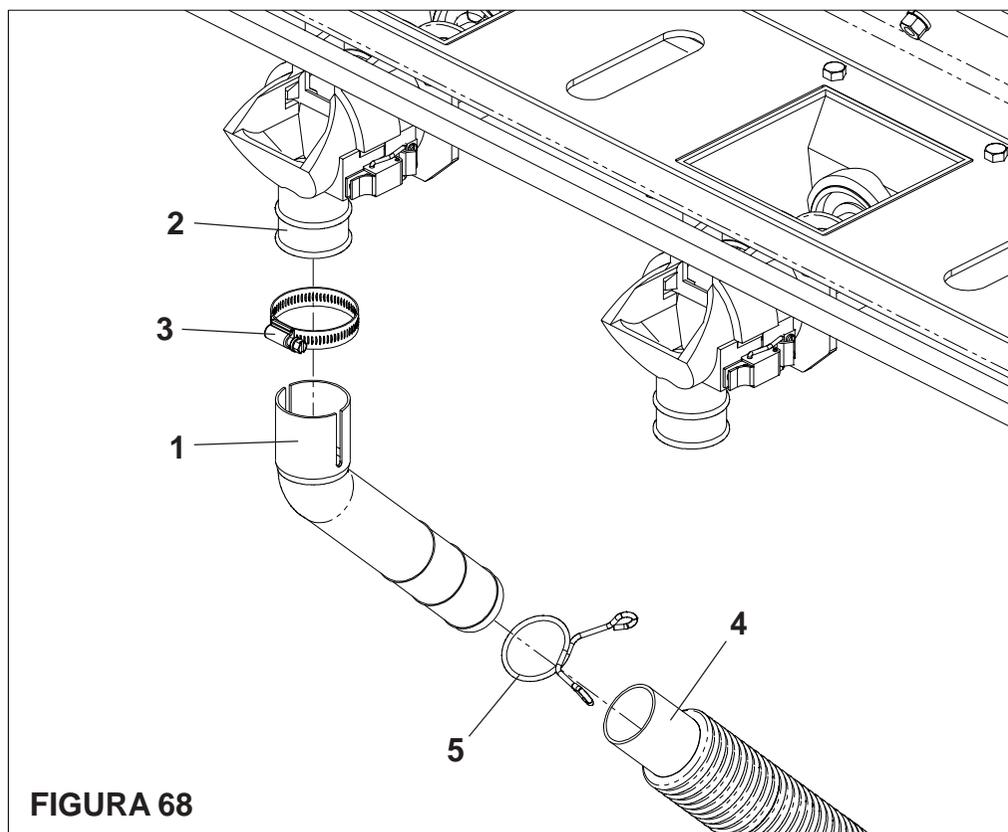

FIGURA 68
- Para conduzir o fertilizante do distribuidor até o solo, encaixe as bicas em grau (1) nas saídas do condutor fertisystem (2) através das presilhas (3). Em seguida, coloque os mangotes (4) nas bicas em grau (1) através da mola trava (5), conforme mostra a figura 68.